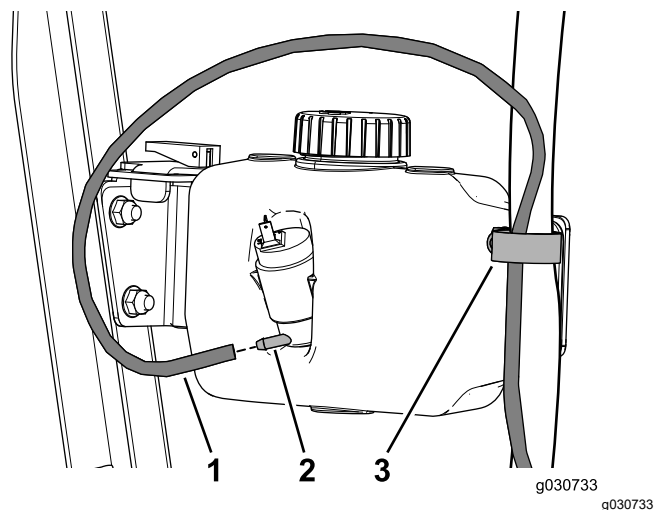

Figure 48
2. Faites passer le flexible du lave-glace dans le collier en R et branchez-le au réservoir de lave-glace (Figure 48).